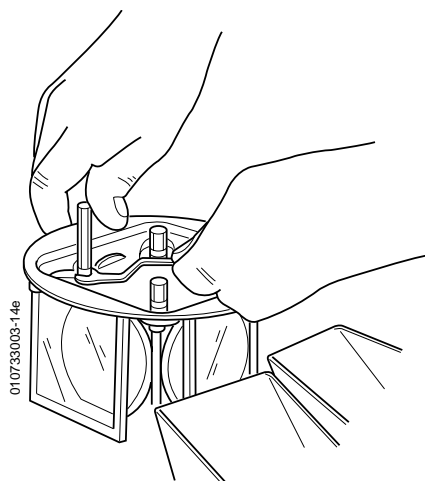

FIG. 5
- 5) Dévisser les 4 écrous et contre-écrous, ôter les 2 rondelles éventail et les 2 rondelles de centrage (FIG. 5).
- 5) Unscrew the 4 nuts and counter nuts, remove the 2 notched washers and the 2 centering washers (FIG. 5).